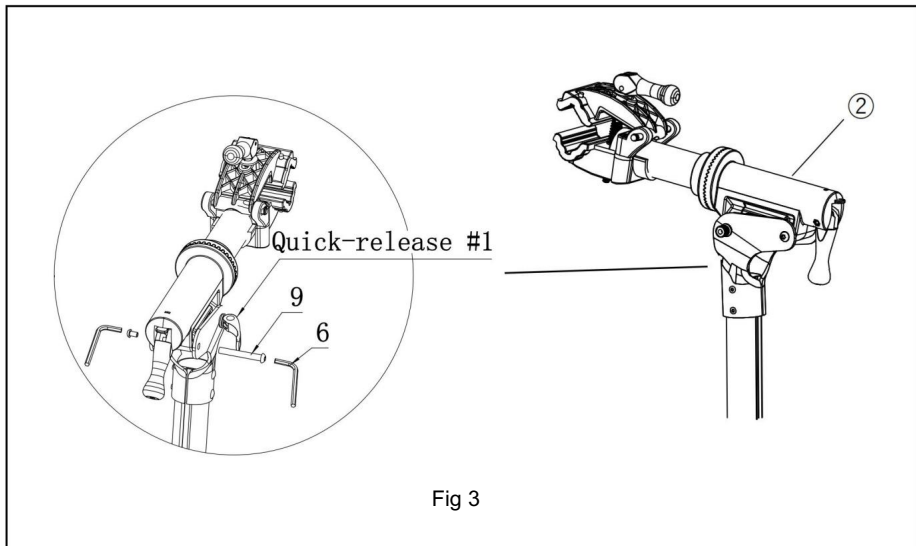

Fig 3
Étape 2-2 >>> Comme indiqué sur la Fig. 3, montez la pince sur le support de pince.